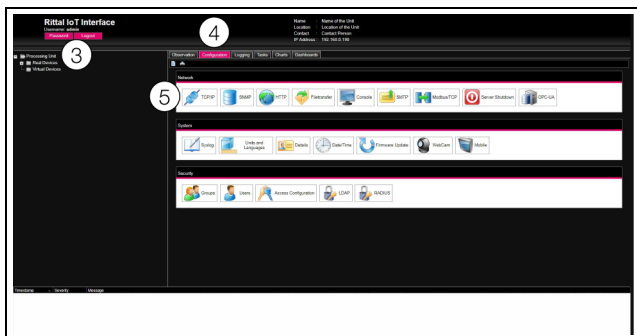

Abb. 10: Anpassen der TCP/IP-Einstellungen
Es erscheint das Übersichtsfenster des Geräts (Abb. 10).
- Klicken Sie im linken Teilbereich des Übersichtsfensters (Navigationsbereich) auf den Eintrag **Processing Unit** (Abb. 10, Pos. 3) und im rechten Teilbereich (Konfigurationsbereich) die Registerkarte **Configuration** (Abb. 10, Pos. 4).
- Klicken Sie im Gruppenrahmen **Network** auf die Schaltfläche **TCP/IP** (Abb. 10, Pos. 5).